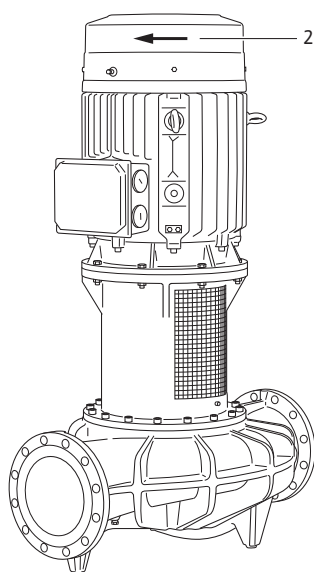

Fig. 47: Kontrola směru otáčení
- Krátkodobým zapnutím zkontrolujte, zda směr otáčení souhlasí se šipkou na krytu ventilátoru (viz Fig. 47, poz. 2). V případě nesprávného směru otáčení postupujte následovně: